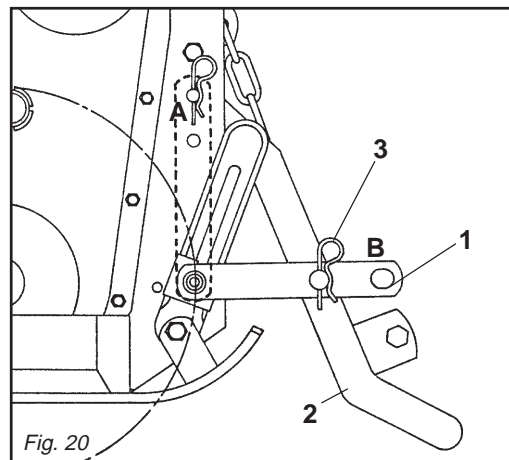

Fig. 20
- 2- Porre il piatto forato (1 Fig. 20) in posizione «B», in questo modo la lamiera livellatrice (2 Fig. 20) diventa un'ulteriore sostegno antiribaltamento della zappa-trice; inserire la copiglia di sicurezza (3 Fig. 20).
- 2- Set the perforated plate (1 Fig. 20) in position «B». This will allow the levelling plate (2 Fig. 20) to become a further support to prevent the steering hoe from overturning. Insert the safety split pin (3 Fig. 20).
- 2- Die Lochplatte (1 Abb. 20) in die Position «B» bringen. Auf diese Weise wird das Nivellierschild (2 Abb. 20) zu einem weiteren Umkippschutz für die Hackfräse. Dann den Splint (3 Abb. 20) zur Absicherung einstecken.
- 2- Placez la plaque percée (1 Fig. 20) dans la position «B», la tôle de nivellement (2 Fig. 20) devient un support supplémentaire anti-basculement de la houe; mettez la goupille de sécurité (3 Fig. 20).
- 2- Colocar el disco perforado (1 Fig. 20) en posición «B», de este modo la chapa niveladora (2 Fig. 20) se transforma en un ulterior soporte antivuelco de la binadora; introducir la clavija de seguridad (3 Fig. 20).